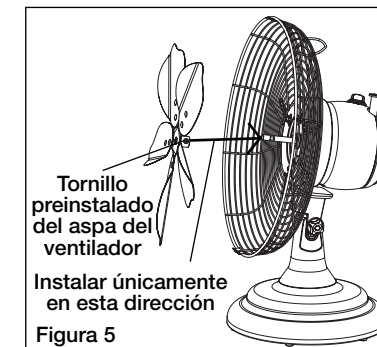

Figura 5
5. Afloje y saque el tornillo y la arandela de seguridad del soporte de montaje inferior de la rejilla trasera. Deslice la rejilla hacia arriba y separe la rejilla trasera y la caja del motor para desconectar los dos soportes superiores de la rejilla de las ranuras de la caja del motor. (Figuras 6, 7 y 8) Cuando vuelva a instalar el asa del ventilador, deje el tornillo empotrado en el eje del motor. Asegúrese de que el asa del motor esté reinstalada con el lado del tornillo primero. (Figura 5)